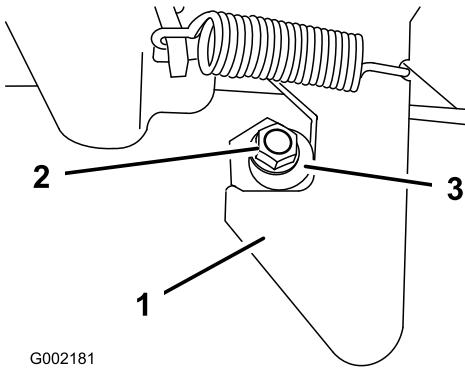

図 18
1. ラッチ・ポストの端についているナット(図 18)をゆるめる。
2. ラッチ・ポストを右回りに回転させてラッチにちょうどはまるようにし、その位置でナットを締める（図 18）。